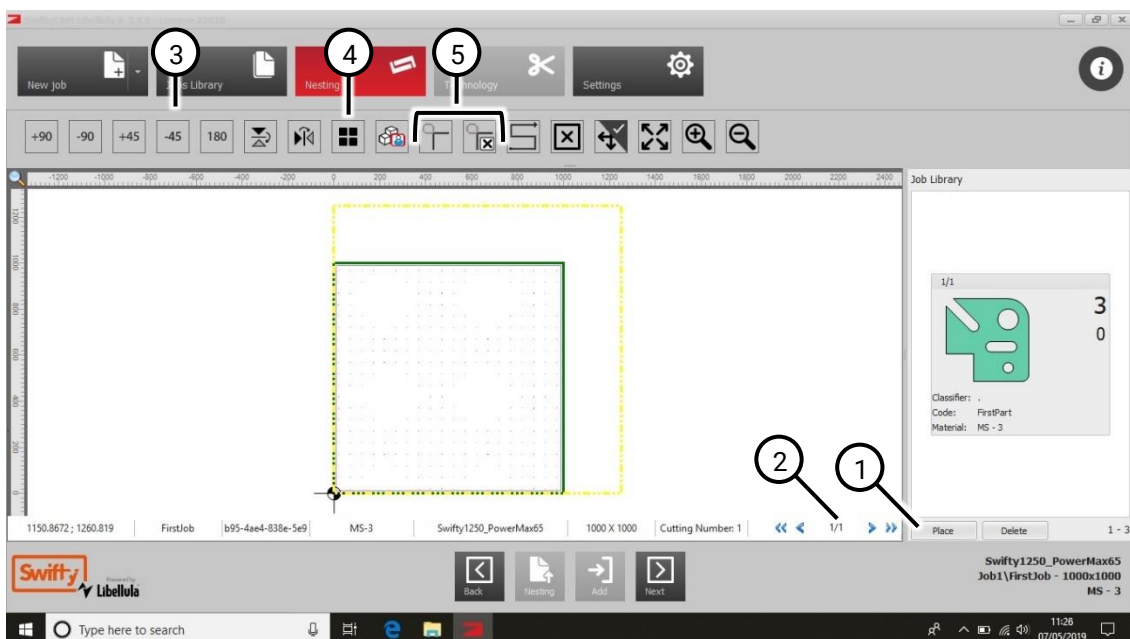

Fig 55 Écran d'imbrication (version Standard)
1. L'écran d'Imbrication (Fig 55) affiche le contour de la table de découpe (jaune), la taille du matériau définie dans les paramètres de la Tâche (vert) et la valeur de rognage (violet).
2.1 La quantité à couper (dans la Fig 55 cela est indiqué comme 3).
2.2 La quantité actuellement imbriquée (dans la Fig 55 elle est indiquée par 0).
3. a version Avancée de SwiftCAM imbriquera automatiquement les pièces de la bibliothèque de Tâches sur la plaque. Si les pièces ne tiennent pas sur une plaque, une deuxième plaque sera automatiquement créée. Les chiffres dans le coin inférieur droit indiquent les informations de la plaque (Fig 55 (2)). Les flèches permettent de passer d'une plaque à l'autre si plusieurs plaques ont été créées.
- 4.2 Appuyez sur le bouton Placer (Fig 55 (1)). La forme sera ajoutée en bas à gauche de l'aperçu de l'imbrication.
- 5.1 Commandes de rotation des composants et du miroir dans le sens vertical et horizontal (Fig 55 (3))
- 5.2 Composants du tableau (Fig 55 (4))
- 5.3 Ajouter des boucles aux coins des composants pour améliorer la définition des coins (Fig 55 (5)).